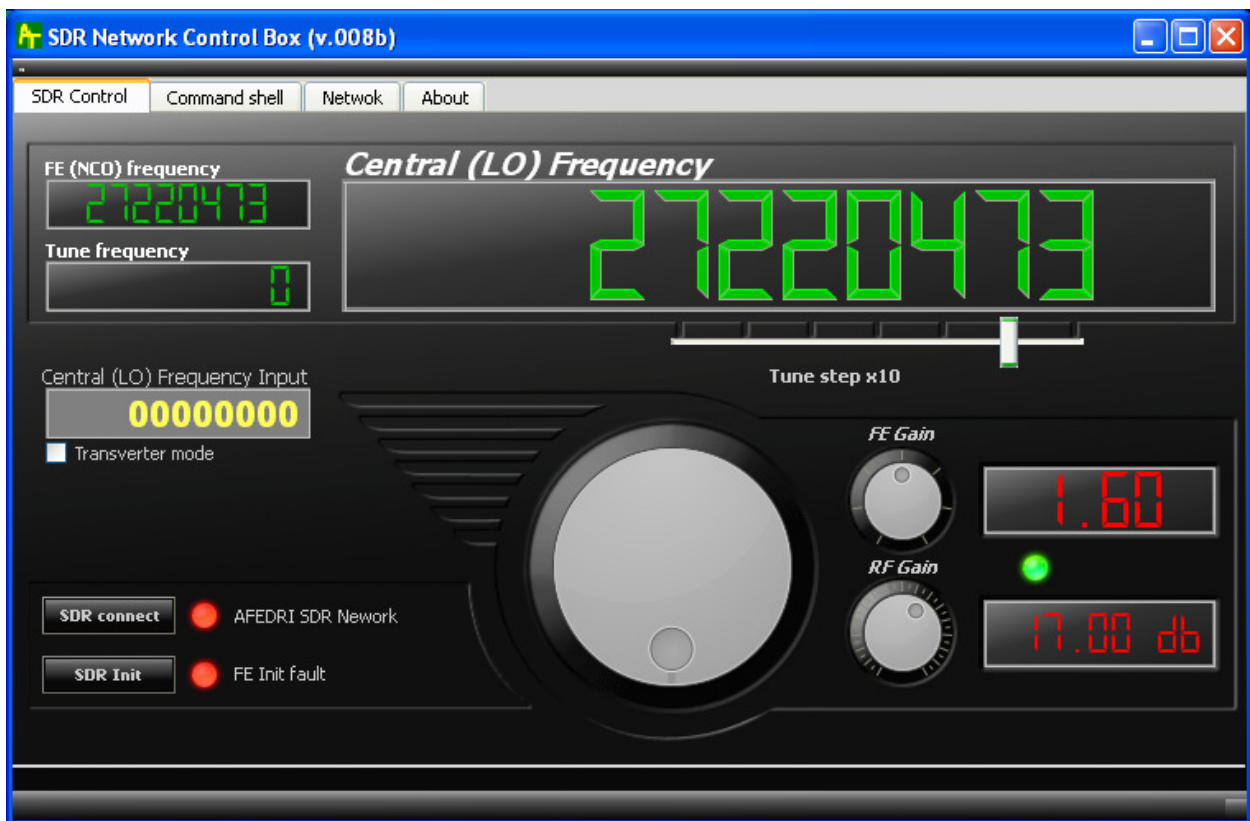

Figure 2 SDR Network Control Box screen when AFEDRI SDR-NET disconnected from PC
3.1.7. Виртуальный светодиодный индикатор и текстовое сообщение, справа от кнопки «**SDR connect**» - отображает статус инициализации SDR. Если SDR обнаружен и успешно «стартовал», то цвет индикатора - зеленый и правее надпись с названием обнаруженного USB устройства (например - «AFEDRI SDR Network»). Если SDR не подключен к компьютеру или возникла неисправность, то цвет индикатора - красный и выводится сообщение об ошибке (см. Figure 2.).
индикатора - зеленый и правее надпись с соответствующим сообщением. Если был обнаружен сбой при инициализации микросхемы, то цвет индикатора - красный и выводится сообщение об ошибке (см. Figure 2.).